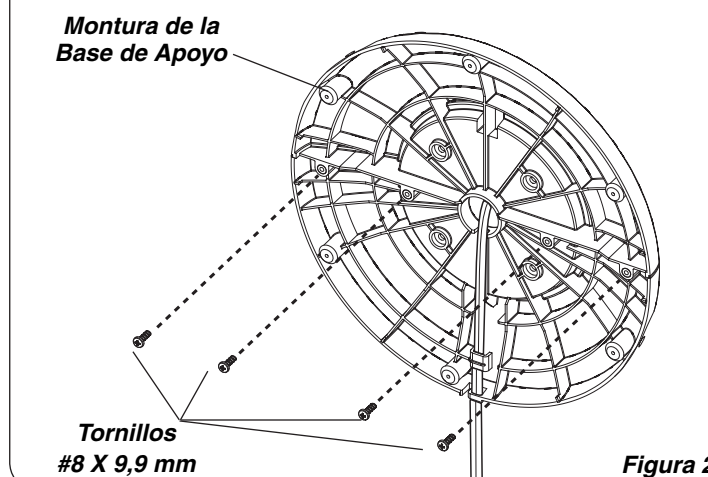

Figura 2
- Asegure los (4) **Tornillos #8 de X 9,9 mm** en los cuatro orificios de la parte inferior de la base. (Figura 2)